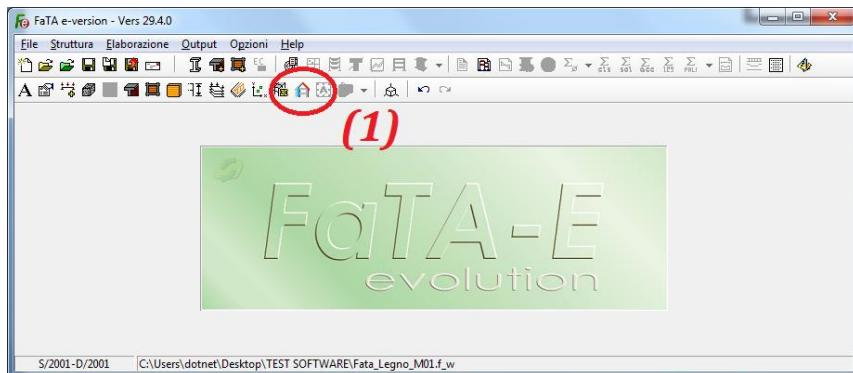

Figura 35
Per inserire fisicamente la platea, con riferimento alla figura 35, selezionare (0) innanzitutto il livello “FONDAZ.” e poi cliccare sul tasto “Platee - piastre” (1). Cliccare sul tasto “*Introduci selezionando i fili fissi di contorno*” (2) e partendo dal filo fisso 49 cliccare in sequenza (3) sui fili 50, 52 e 51. Completare le operazioni con il tasto destro del mouse.